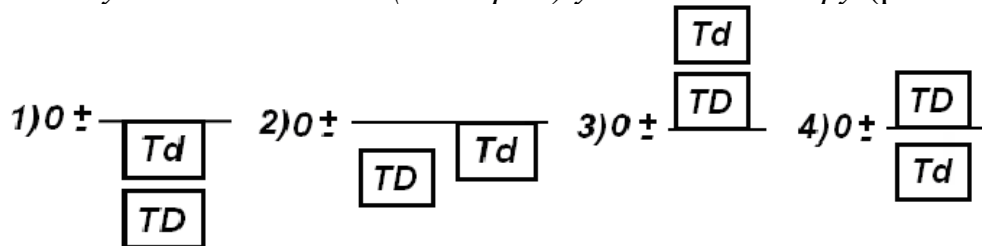

Рис. 1.17. Поля допусків до запитання 18.
18. Вкажіть схему ковзної посадки (з зазором) у системі отвору (рис. 1.17).